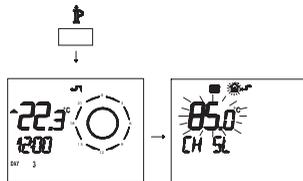

Fig. 2.63
- 1 Нажать на более чем на 3 секунды кнопку IP для входа в режим **ИНФОРМАЦИЯ** (Fig. 2.63).